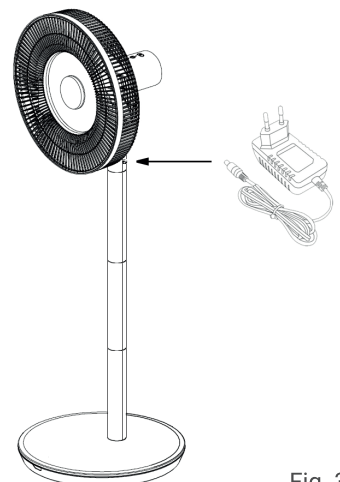

Fig. 3
2. Coloque el ventilador en el suelo, sobre una superficie nivelada. Compruebe el voltaje doméstico para asegurarse de que coincide con las especificaciones nominales del aparato. Asegúrese de enchufarlo a una toma de corriente de 220-240 V~ 50/60 Hz. Conecte el adaptador a la toma de corriente para suministrar energía. (Fig. 3 mostrada)